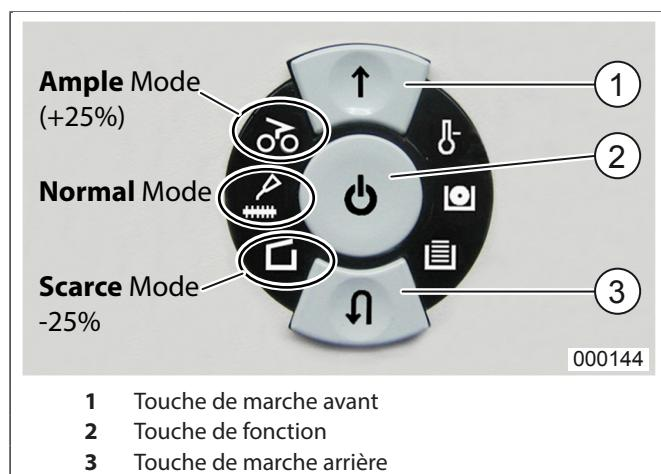

fig. 5 Modifier le volume d'huile
avant (fig. 5/1) et la touche marche arrière (fig. 5/3) et les maintenir enfoncées.
4. En outre, appuyez sur la touche de fonction (fig. 5/2) et relâchez-la.
7. Appuyez plusieurs fois sur la touche fonction (fig. 5/2) jusqu'à ce que le niveau souhaité de volume d'huile s'allume (fig. 5).
Si vous voulez continuer avec le déchiquetage, rallumez la machine : Actionner brièvement la touche de fonction (fig. 5/2).